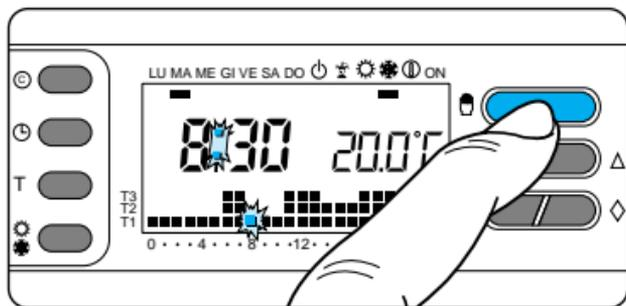

Fig. 45
**8.7** - Terminada la programación, para volver de inmediato al día y la hora en curso, pulse el botón **E** (fig. 45).